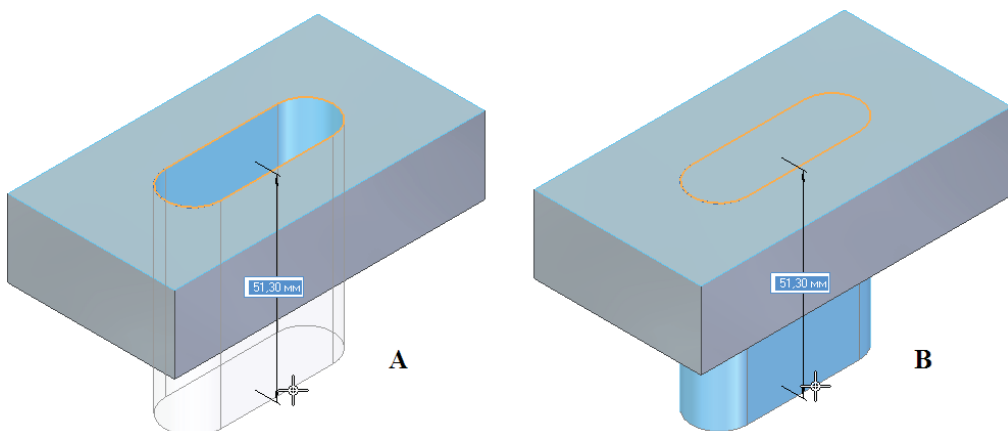

Рис. 2.3.19. Отличие поведения команды при автоматическом добавлении/удалении материала (А) и при принудительном добавлении (В)
3. Задать размеры создаваемого тела, перемещая курсор мыши либо введя значение в поле ввода. Если опция параметра **Добавить/Удалить** установлена в **Автоматически** , то удаление курсора от тела модели добавляет материал (создает выступ), погружение его в тело модели, напротив, удаляет материал – создает вырез (рис. 2.3.19, А). Принудительная установка этого параметра в значение, например, **Добавить**  приведет к тому, что любое направление движения курсора будет добавлять материал (В).